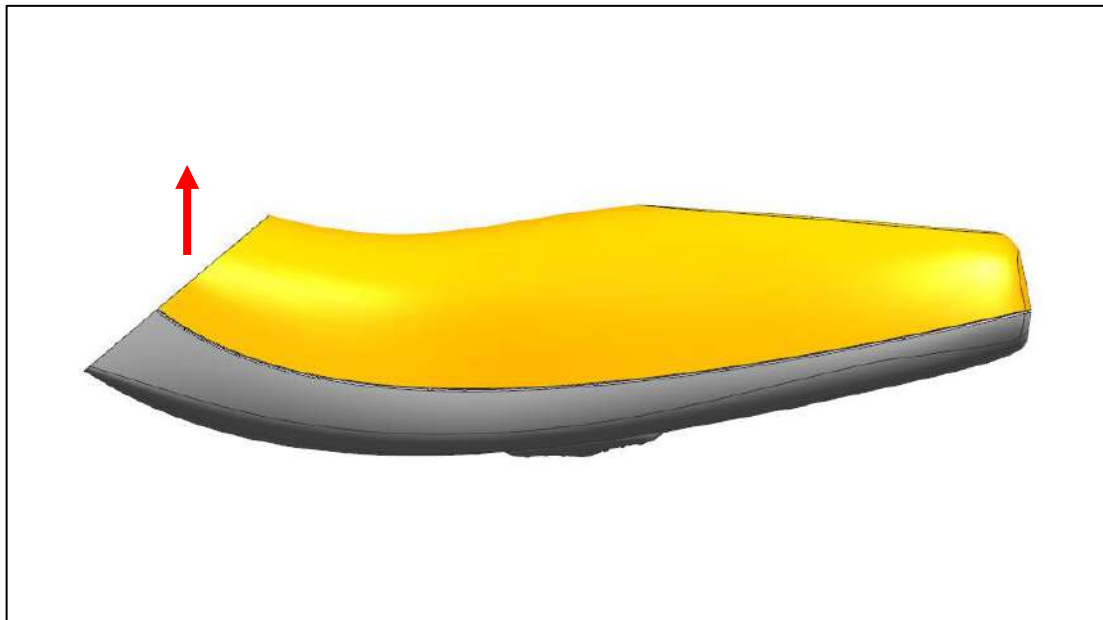

Abb. 6
b) Ziehen Sie das Gehäuseunterteil vom -oberteil herunter (Abb. 6).